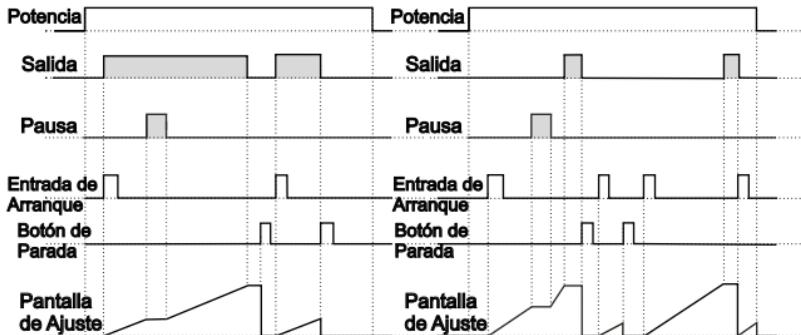

Figura 2.3
1.4.1 Si Conteo Ascendente ***DEct*** = 0 y ***outF*** es ***0-n***, el diagrama de control se muestra la figura 2.3.